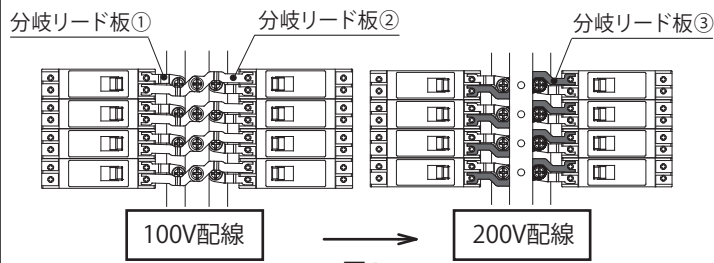

図4
分岐リード板①をそのまま固定、分岐リード板②を取り除き200V用分岐リード板③を(図4)のように分岐リード板①の上に重ねて固定してください。